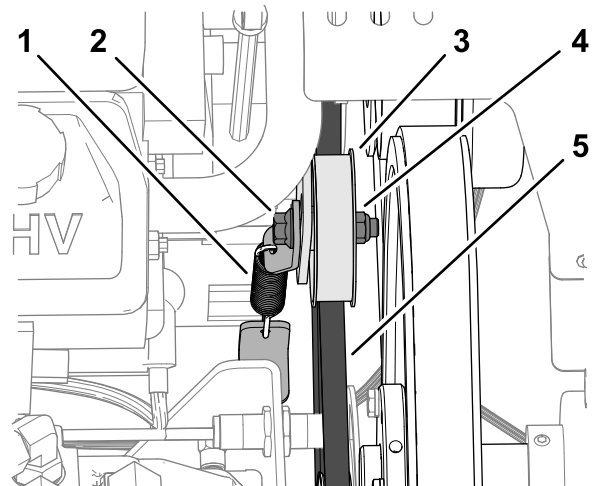

Figura 176
3. Slăbiți dopul filetat cu guler și contrapiulia cu guler care fixează roata de curea liberă pentru curea pompei hidraulice, până când urubul se micșorează în fanta suportului rotorului (Figura 176).